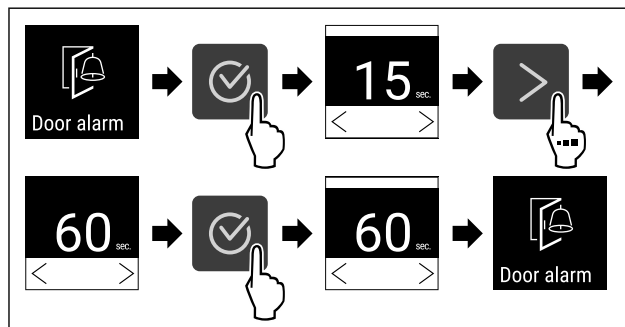

Fig. 117
- ▶ Wykonać czynności (patrz Fig. 117).